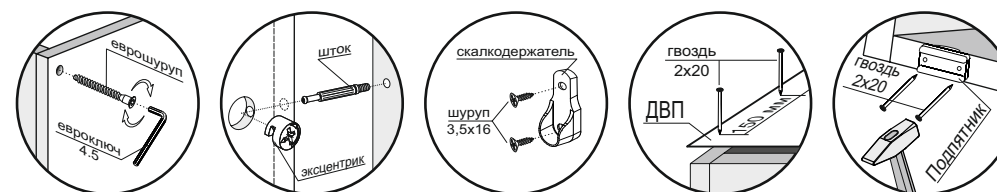

Рис.2 Монтаж верхней направляющей
9. Привернуть верхнюю направляющую к крышке (3) межсекционными стяжками (рис.2).